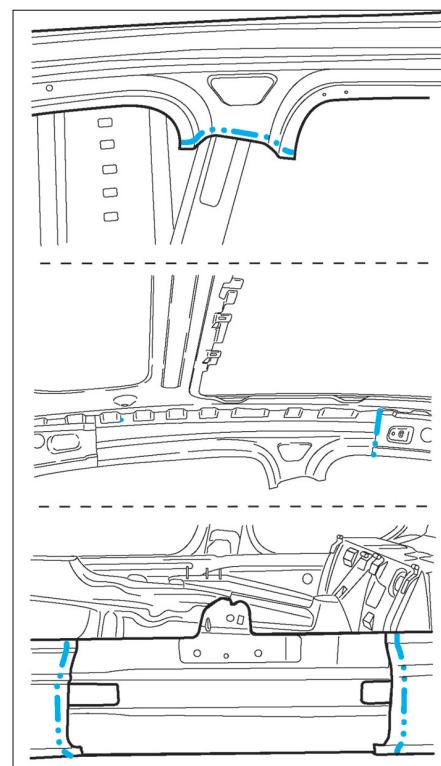

FIG. 79
- Retoucher les coupes définitives (Fig.79).